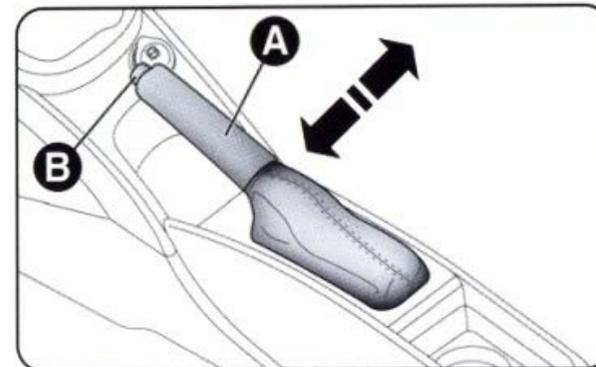

рис. 1
**СТОЯНОЧНЫЙ ТОРМОЗ (рис. 1)**